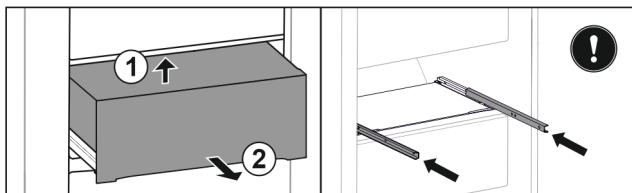

Fig. 49
- ▶ Predal dvignite od spodaj proti zadnji strani. Fig. 49 (1)
- ▶ Predal vzemite ven v smeri naprej. Fig. 49 (2)